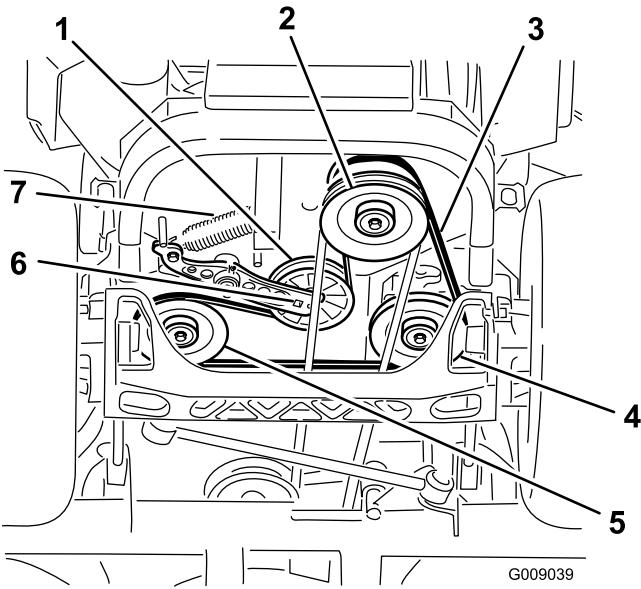

Figura 80
- Levante la máquina y apóyela sobre soportes fijos (Figura 80).
5. Utilice una llave de carraca en el taladro cuadrado del brazo tensor para retirar el muelle tensor (Figura 80).
6. Desenganche el muelle de la polea tensora del bastidor (Figura 80).
9. Utilizando la llave de carraca en el taladro cuadrado del brazo tensor, instale el muelle tensor en el bastidor (Figura 80).